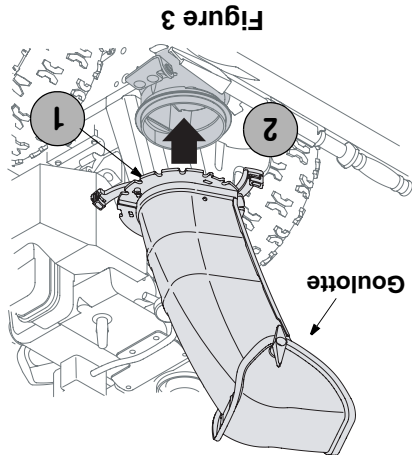

Figure 3
2. Positionnez la goulotte sur le rebord de l'adaptateur. Voir la Figure 3.